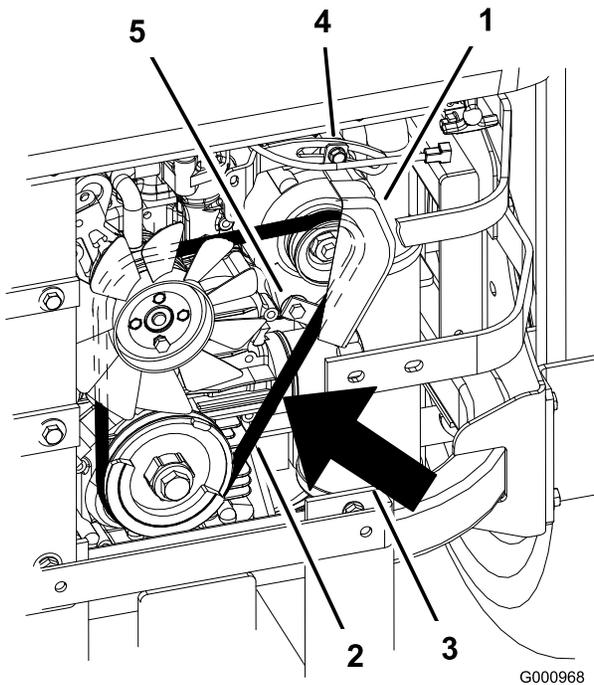

Figura 71
7. Afloje el perno inferior y retire el perno superior que sujeta el alternador y la cubierta (Figura 71).
9. Instale una correa nueva alrededor de las poleas y del alternador (Figura 71).
14. Apriete el perno inferior e instale el perno superior que sujeta el alternador y la cubierta (Figura 71).
2. Ajuste el alternador hacia fuera hasta que quede una desviación de 7 a 9 mm (1/4 a 11/32 pulg.) en la correa entre el motor y las poleas del alternador con un esfuerzo de 10 kgf (22,1 libras-fuerza)(Figura 71).
5. Si la desviación es correcta, apriete los pernos inferior y superior (Figura 71).